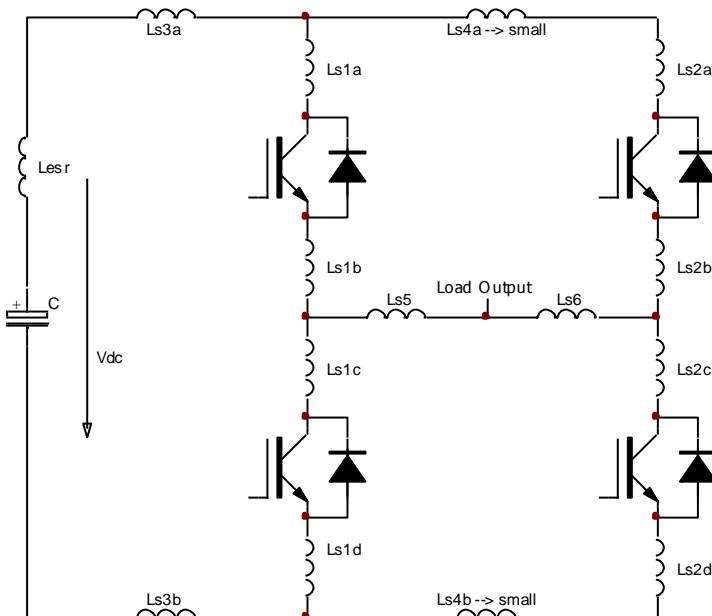

図 3: ハーフブリッジトポロジと浮遊インダクタンス
- 動作の対称性を確保するため、コンバータは並列接続された IGBT モジュールに対してできるだけ対称になるように設定する必要があります。並列接続された各 IGBT モジュールの DC リンク浮遊インダクタンスは特に一致している必要があります (図 3 の  $Ls1 \approx Ls2$ ,  $Ls5 \approx Ls6$ )。